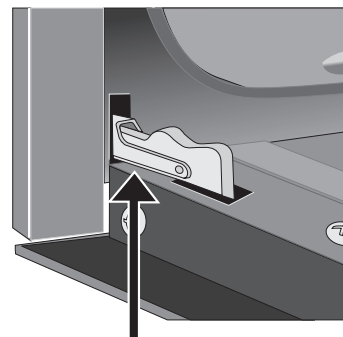

Figure 23: Charnière en position verrouillée
2. Abaissez complètement les verrous des charnières de gauche et de droite du cadre du four vers la porte du four (Figure 23). Vous pourriez avoir besoin d'un petit tournevis à tête plate.